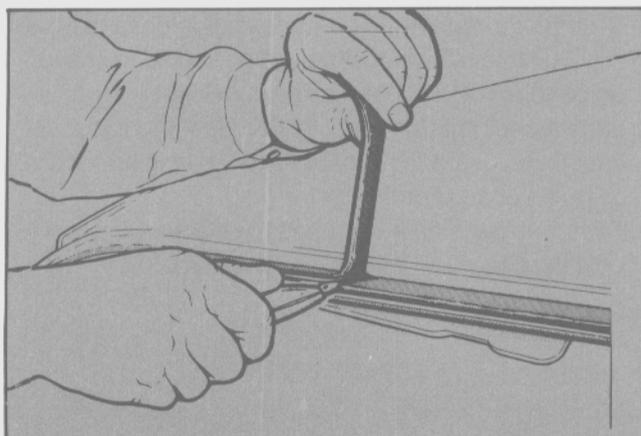

Fig. 10 - Eliminación del adhesivo
- Utilizando un cortador de hojas descartables (Cutter), eliminar totalmente el adhesivo del alojamiento del cristal en la carrocería. (Fig. 10).